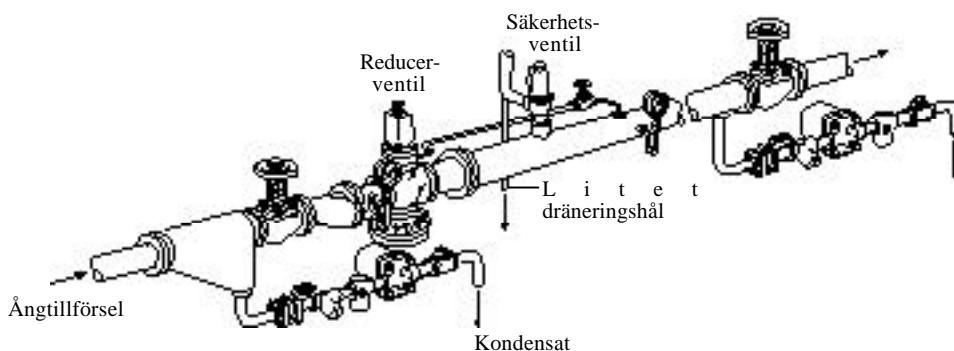

Fig. 1 Typisk installering med säkerhetsventilen på utloppssidan av tryckreducerventilens station
- 4.1 Säkerställ att installationen är korrekt (Fig. 1, sid. 5).